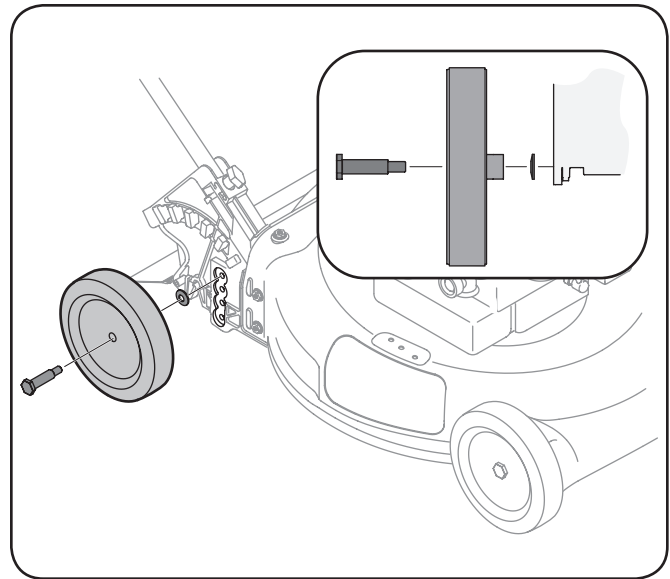

Figura 3-6
1. Utilizando los tornillos y arandelas del grupo 1 del paquete de hardware, seguro que las ruedas traseras de la cubierta como se muestra en la figura. 3-6. La lavadora se debe instalar con el lado de la corona frente al volante.